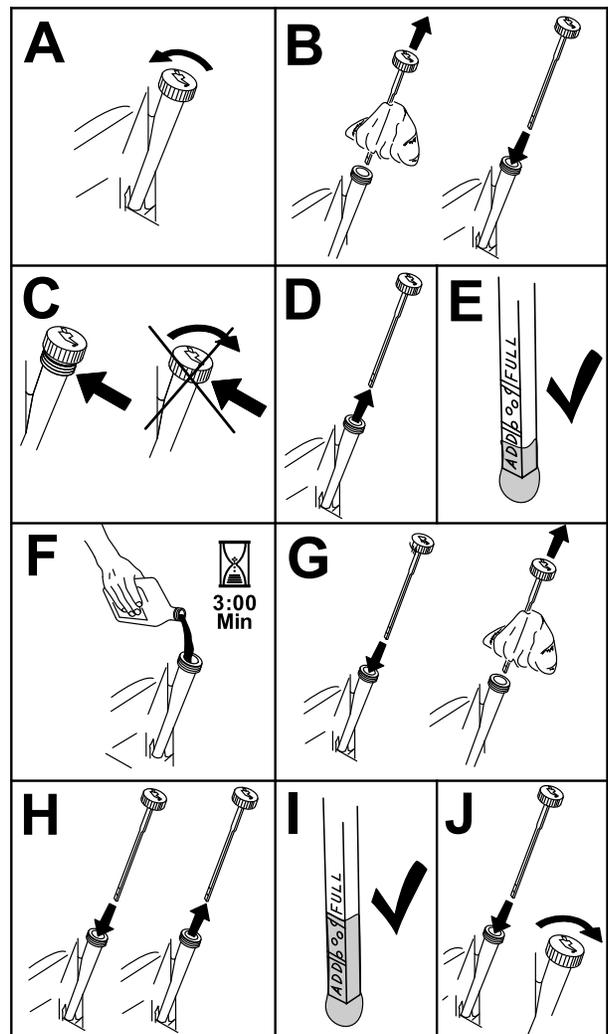

Bild 61
3. Reinigen Sie den Bereich um den Ölfüllstuzendeckel bzw. den Peilstab vor dem Abnehmen, damit kein Schmutz oder Schnittgut usw. in den Motor gelangt (Bild 61).